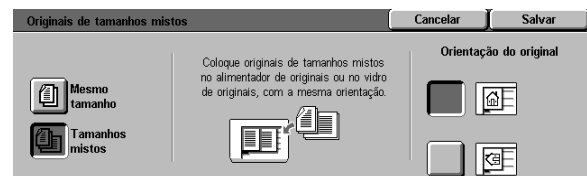

Figura 35: tela Originais de tamanho misto com a opção Tamanho misto selecionada
- Toque na opção **Originais de tamanho misto** quando os documentos originais forem de tamanhos diferentes, conforme ilustrado na Figura 35.